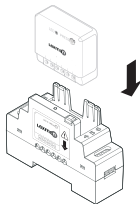

figure 2
3. Insérez le récepteur dans le boîtier Rail DIN en respectant le sens d'introduction du récepteur (voir figure 2). Vérifiez que les bornes sont bien dévissées et veillez à ne pas plier les broches situées à l'intérieur du boîtier.